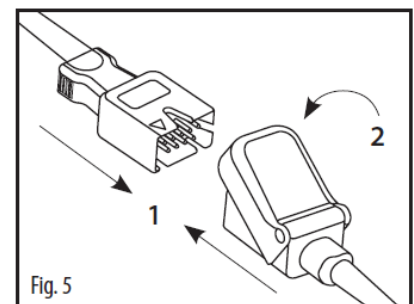

Fig. 26 Connexion du câble patient LNC au capteur LNCS
Voir fig. 5 dans Fig. 26. Insérez complètement le connecteur du capteur dans le connecteur du câble patient (1). Fermez complètement le couvercle de protection (2).